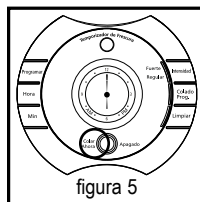

figura 5
1. Assim que tiver completado todos os passos descritos na seção “Como adicionar água e o café moído” e já com a jarra e gaveta porta filtro em seus lugares, ligue a cafeteira pressionando o botão “Colar Agora” (Figura 5) uma vez. A luz indicadora de “Preparar Agora” acenderá e piscará indicando que a cafeteira está ligada e preparando café.